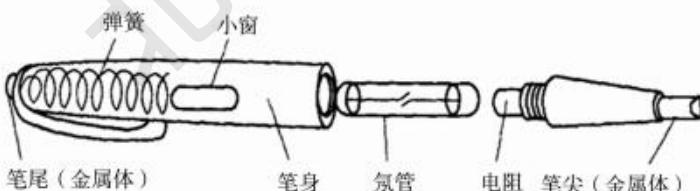

图 1 - 7 低压验电器的结构
(1) 使用低压验电器之前,首先要检查其内部有无安全电阻、是否有损坏,有无进水或受潮,并在带电体上检查其是否可以正常发光,检查合格后方可使用。如图 1 - 7 所示。
(2) 测量时手指握住低压验电器笔身,食指触及笔身尾部金属体,低压验电器的小窗口应该朝向自己的眼睛,以便于观察。如图 1 - 8 所示。
(3) 在较强的光线下或阳光下测试带电体时,应采取适当避光措施,以防观察不到氖管是否发亮,造成误判。
(4) 低压验电器可用来区分相线和零线,接触时氖管发亮的是相线(火线),不亮的是零线。它也可用来判断电压的高低,氖管越暗,则表明电压越低;氖管越亮,则表明电压越高。
(5) 当用低压验电器触及电机、变压器等电气设备外壳时,如果氖管发亮,则说明该